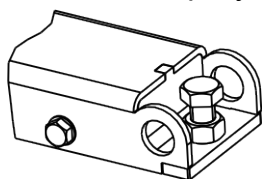

Рисунок 4.2
4.2.2 Установить станок на ровное жесткое основание, допустимое отклонение основания от горизонтали –  $0.5^{\circ}$  (8 мм на 1 метр), так, чтобы все опоры станка касались основания. Это обеспечивается при помощи 2-х регулируемых опор (рисунок 4.2).